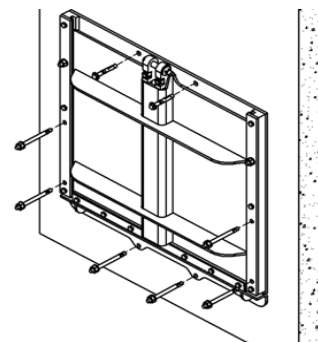

Figura 4
- Perfure e instale o restante dos chumbadores (ver Figura 4)